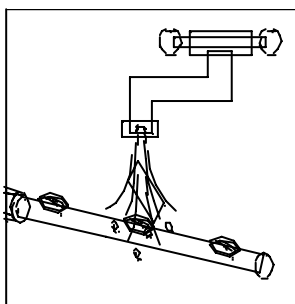
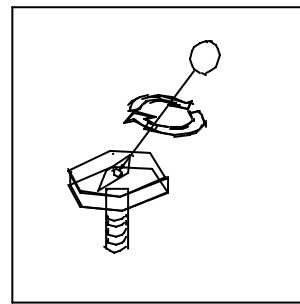
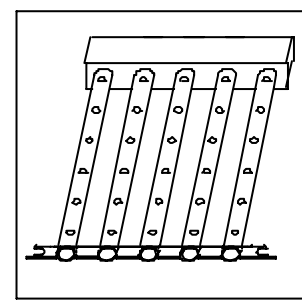

Figura 21
Figura 22
Figura 23
- Que las toberas no están obstruidas, limpiarlas si fuera necesario y volverlas a montar correctamente (Figura 21 y Figura 23).
- Que las toberas no están obstruidas, limpiarlas si fuera necesario y volverlas a montar correctamente (Figura 21 y Figura 22).